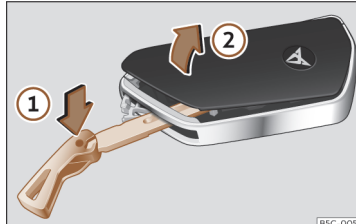

Fig. 77 Cheia automobilului: deschiderea capacului compartimentului bateriei.
- Introduceți lama cheii în butuc»» **fig. 77**, apăsați-o în direcția săgeții **1** și detașați capacul ridicându-l **2**.